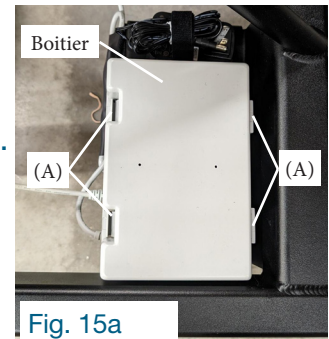

Fig. 15a
1. Enlever le couvercle du boîtier en pressant sur les (4) clips du boîtier (A) (fig. 15a)
6. Insérer et clipser le couvercle du boîtier sur le boîtier. Assurez-vous que le couvercle soit bien fixé en place avant utilisation de l'appareil (fig. 15a).